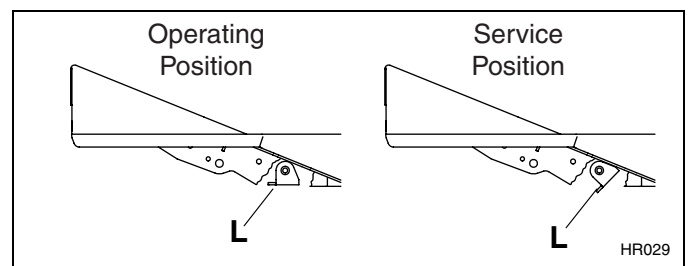

Abbildung 3E
1. Den Schwenkschutzmechanismus in die Wartungsposition rotieren (**L**), er befindet sich unter der linken Bodenplatte; Abbildung 3E.
4. Den Schwenkschutzmechanismus (**L**) in seine Betriebsposition rotieren. Abbildung 3E.